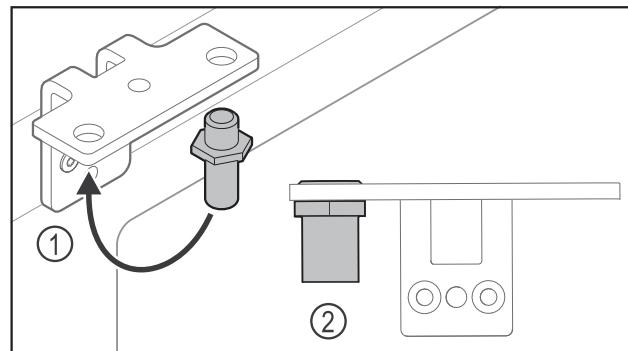

Fig. 30
- Переставьте палец Fig. 30 (1) в шарнирном уголке.
- Затяните палец Fig. 30 (2) с **моментом 12 Нм**.